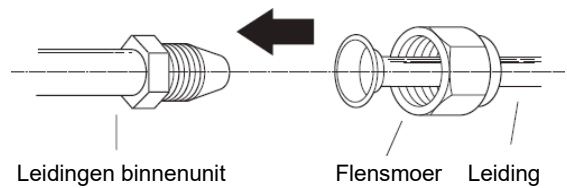

Fig. 5.7
1. Van de twee aan te sluiten leidingen moet het midden op dezelfde lijn staan. Zie Fig. 5.7.